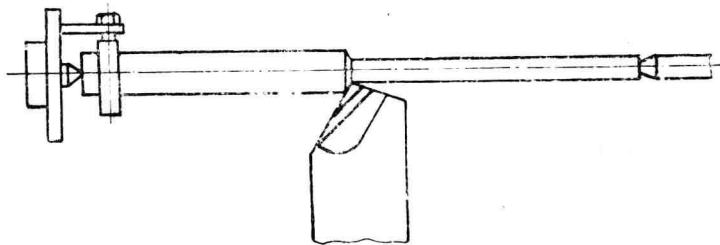

图15 $K_r=60^\circ$ 车刀车细长轴
43. 已知工件材料 $\sigma_b=637\text{MPa}$ 的碳钢，刀具材料YT15， $\gamma_0=15^\circ$ 、 $\alpha_0=\alpha'_0=8^\circ$ 、 $K_r=60^\circ$ 、 $K'_r=10^\circ$ 、 $\lambda_s=-10^\circ$ 、 $\gamma_e=0.5\text{mm}$ ，切削用量 $a_p=1.5\text{mm}$ ， $f=0.3\text{mm/r}$ ， $V=80\text{m/min}$ ，车削如图15所示的 $L/D>10$ 的细长轴。车削后发现两端直径小，中间直径大的腰鼓形状，为什么？试改变刀具哪几个角度的数值可以减少形状误差？